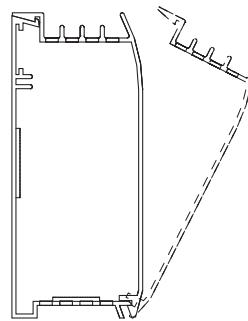

**Fig. 3**
- Tienda un circuito de derivación de voltaje y tamaño de alambre apropiados hasta el sitio de la caja de conexiones izquierda o derecha según se indica en el diagrama de cableado del calefactor. Los calefactores básicos están precableados y pueden conectarse al circuito de derivación en cualquier extremo. Los calefactores con controles están precableados para conexión con el circuito de derivación en un (1) extremo únicamente (consulte el diagrama de cableado del calefactor). Sin embargo, el calefactor puede cablearse desde el extremo opuesto tendiendo los alambres a través del conducto superficial interno del calefactor. Vea la Fig. 3 para conocer las ubicaciones de las tapas precortadas removibles.
3. Remueva las tapas precortadas removibles apropiadas de cualquier caja de conexiones. Vea la Fig. 3 para conocer la ubicación de las tapas precortadas removibles. Si el calefactor se montará en pedestal, consulte las instrucciones de instalación del pedestal.
2. Consulte el diagrama de cableado para ver la entrada del alambre(s) de alimentación de energía y remueva la tapa precortada removible apropiada (Fig. 3) del calefactor en que deben realizarse las conexiones de alimentación de energía. El alambre(s) de alimentación de energía puede introducirse en el extremo de un (1) calefactor y los calefactores restantes pueden conectarse en paralelo utilizando el conducto superficial interno de alambres. Utilice la Tabla B para dimensionar los alambres instalables en campo en el conducto superficial interno o utilice la Tabla A para determinar la longitud máxima o el tramo de calefactor accesible utilizando el alambre instalado en fábrica en el conducto superficial interno del calefactor.